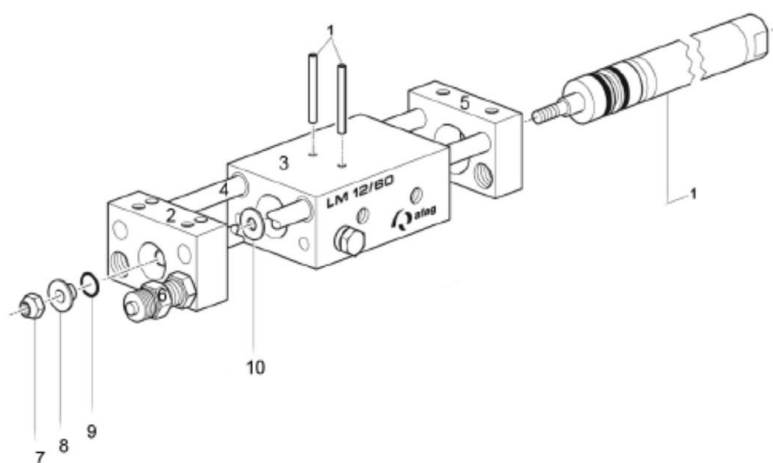
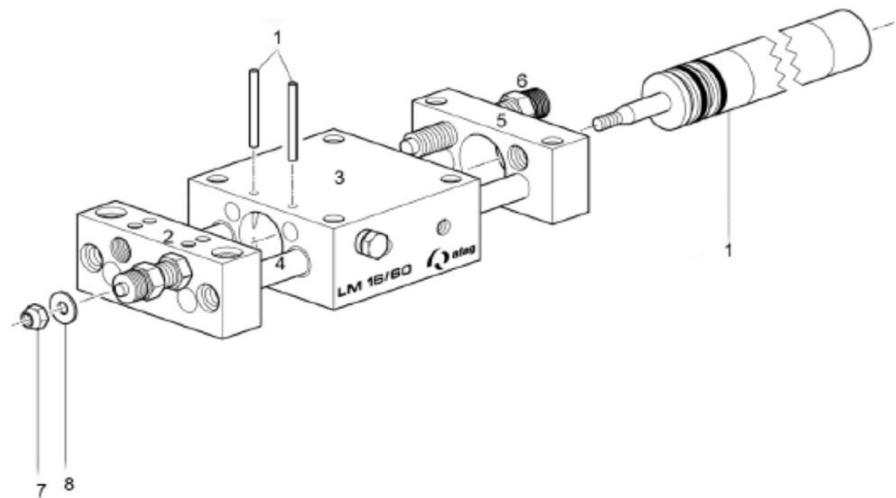

Fig. 22 Remplacement des pièces d'usure - LM 12
Fig. 23 Remplacement des pièces d'usure - LM 16
- Fixez le boîtier (Fig. 22, 3) dans un étau et desserrez le contre-écrou (Fig. 22, 7) - tout en maintenant la tige de piston.
- Retirez la rondelle (Fig. 22, 8) et anneau torique (Fig. 22, 9).
- Appuyez sur les deux goupilles (Fig. 22, 1) de la presse pour les faire sortir.
- Retirez le cylindre (Fig. 22, 1) à l'arrière du boîtier (Fig. 22, 3).
- Nettoyez le boîtier (Fig. 22, 3).
- Insérez le nouveau cylindre (Fig. 22, 1) dans le boîtier (Fig. 22, 3).
- Enfoncez 2x les goupilles (Fig. 22, 1) dans le boîtier (3) à l'aide d'une presse.
- Insérez la tige de piston dans la plaque frontale (Fig. 22, 2) et mettez la rondelle en place.
- Maintenez la tige de piston et vissez l'écrou (Fig. 22, 7) sur la tige de piston.
7. Effectuez une dernière vérification avant d'installer le module : Les arbres de guidage (Fig. 22, 4) doivent être mobiles dans le boîtier (Fig. 22, 3).
1. Fixez le boîtier (Fig. 23, 3) dans un étau et desserrez le contre-écrou (Fig. 23, 7) - tout en maintenant la tige de piston.
2. Retirez la rondelle (Fig. 23, 8).
3. Appuyez sur les deux goupilles (Fig. 23, 1) de la presse pour les faire sortir.
4. Retirez le cylindre (Fig. 23, 1) à l'arrière du boîtier (Fig. 23, 3).
5. Nettoyez le boîtier (Fig. 23, 3).
1. Insérez le nouveau cylindre (Fig. 22, 1) dans le boîtier (Fig. 23, 3).
2. Enfoncez 2x les goupilles (Fig. 23, 1) dans le boîtier (3) à l'aide d'une presse.
3. Insérez la tige de piston dans la plaque frontale (Fig. 23, 2) et mettez la rondelle en place.
4. Maintenez la tige de piston et vissez l'écrou (Fig. 23, 7) sur la tige de piston.
7. Effectuez une dernière vérification avant d'installer le module : Les arbres de guidage (Fig. 23, 4) doivent être mobiles dans le boîtier (Fig. 23, 3).